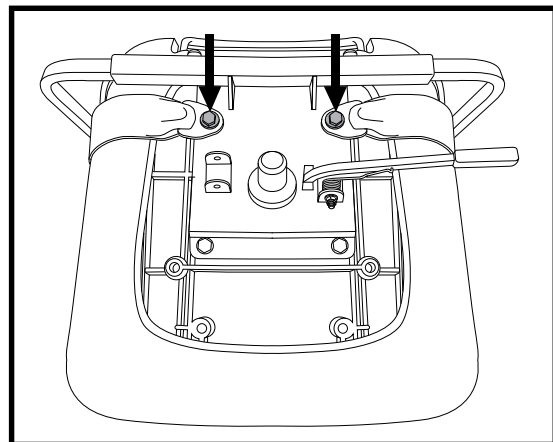

Figura 15. Bulloni per cinture di sicurezza
La leva di rotazione del sedile, ubicata sulla destra della base del sedile, può essere usata per bloccare il sedile in diverse posizioni. **Vedere figura 15.**
La seduta del veicolo può essere dotata di cinture di sicurezza regolabili per maggiore comodità. **Vedere figura 15.** La cintura di sicurezza è stata progettata per garantire un maggiore supporto all'utente ed evitare che scivoli in avanti o indietro sulla seduta. La cintura di posizionamento non è concepita come dispositivo di contenimento.
2. Posizionare la seduta a testa in giù per poter lavorare sulla base della seduta. **Vedere figura 15.**